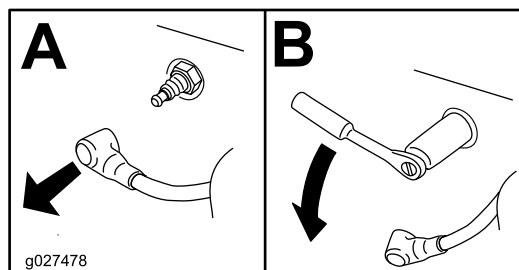

Figure 35
3. Déposez la bougie (Figure 35).